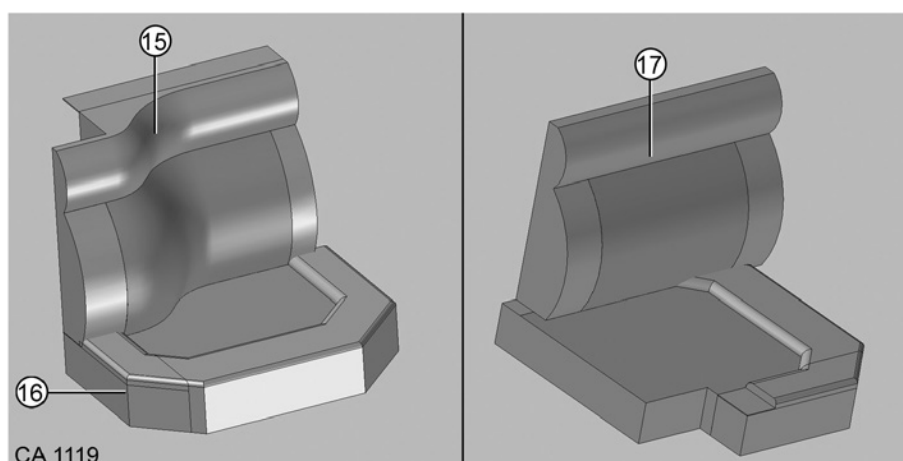

Fig. 26 Coussin d'appoint sur le modèle T
9. Sur le modèle I : Enlever le coussin dossier (Fig. 26/15).
10. Enlever le coussin avant (Fig. 26/16).
11. Placer le coussin dossier d'appoint (Fig. 26/17) contre le dossier relevé.